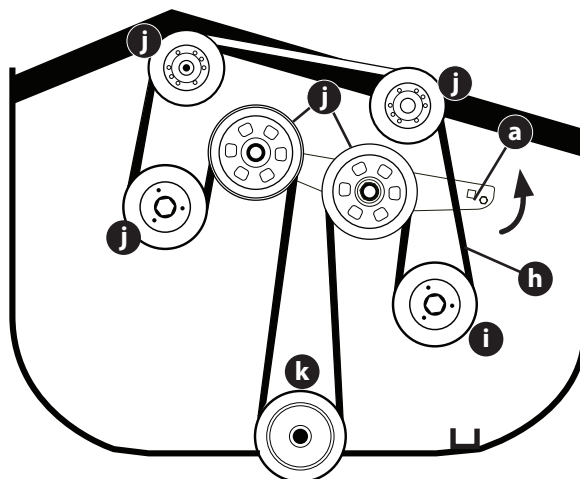

Fig. 42
5. Con una llave de 1/2" (12,7 mm) en el soporte de la polea tensora (a), gire la llave hacia la parte delantera del cortadora de césped y deslice la correa de transmisión de la TDF (h) fuera de la polea derecha del eje (i) (Fig. 42).
6. Mientras sostiene el soporte de la polea loca, afloje la correa de la plataforma de la TDF alrededor de las poleas (j) y embrague de la PTO (k) y deslice la correa alejándola de las poleas (Fig. 42).